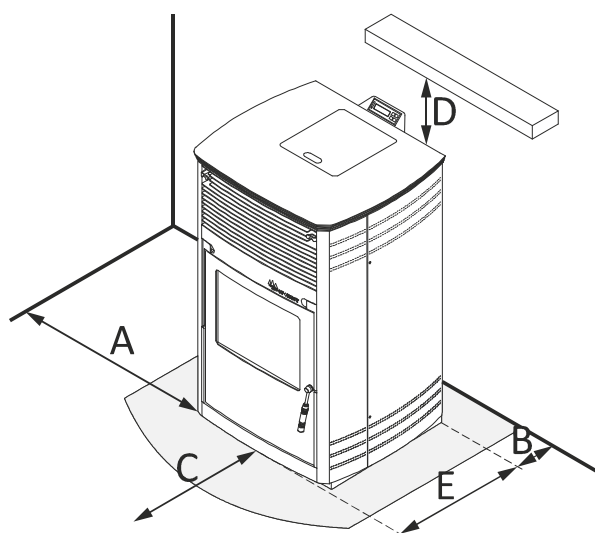

Figura 4
- 4.23.** Confirme os espaços entre a estufa, o combustível e qualquer tipo de material inflamável, confirme na *figura 4.*